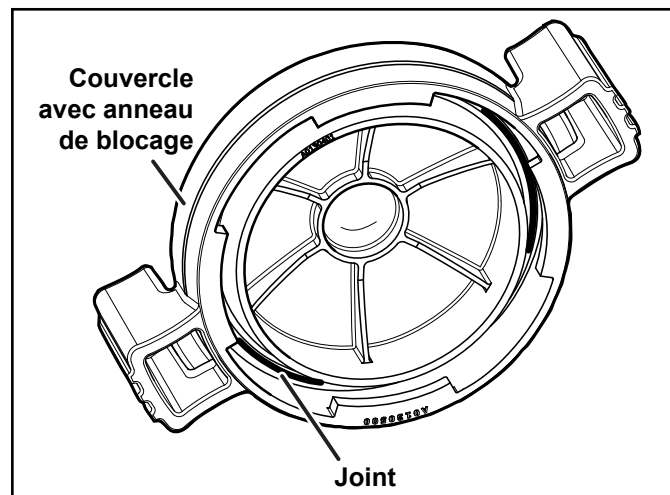

Figure 13. Joint torique dans le couvercle
- En suivant les repères sur l'anneau de blocage, tourner la bague dans le sens anti-horaire jusqu'à ce que les repères de démarrage (START) s'alignent avec les ports. Vous reporter aux figures 13 et 14.